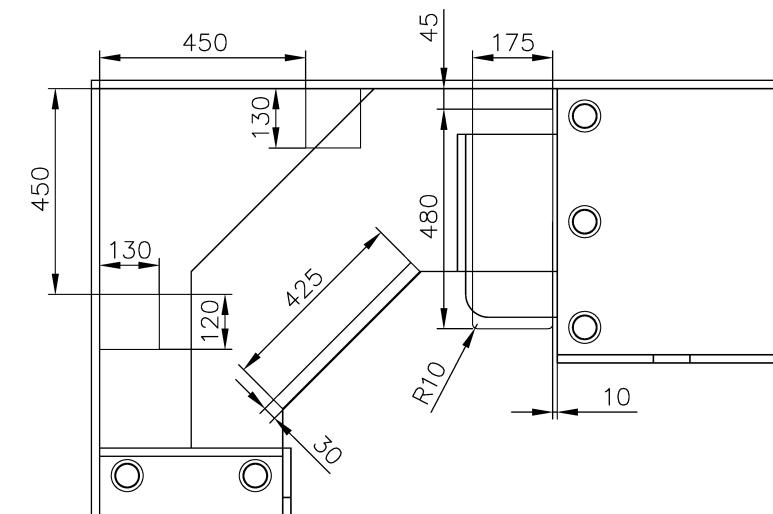
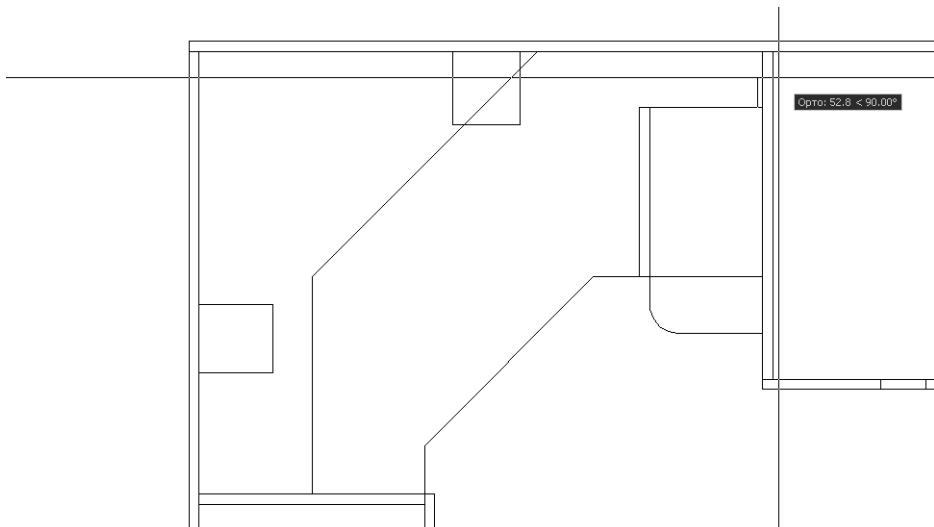
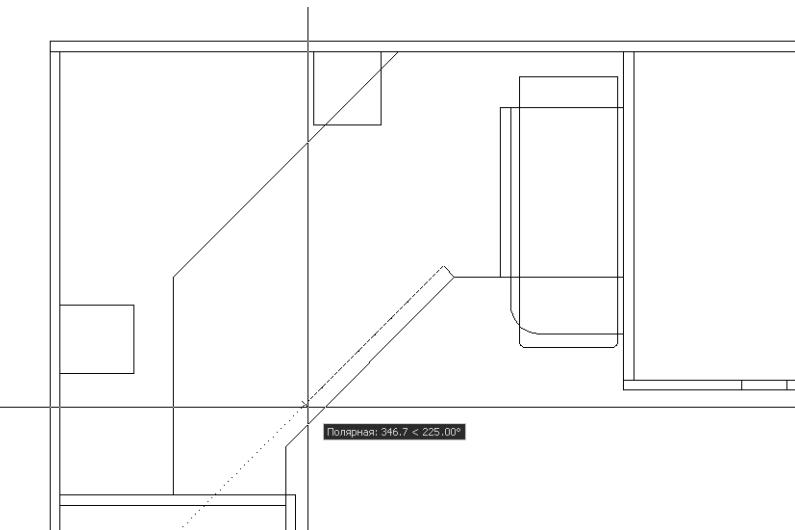

Рис. 5.2 ▼ Размеры прямоугольных конструктивных элементов и оборудования, расположенных в угловой части рабочей зоны
Рис. 5.9 ▼ Начало вычерчивания контура системного блока от точки, полученной с помощью режима **Точка отслеживания** (Temporary track point)
Рис. 5.13 ▼ AutoCAD в режиме **ОТС-ПОЛЯР** (POLAR)
Мы начнем работу над перечисленными выше объектами, отталкиваясь не от размещения соответствующих элементов рабочей зоны по высоте, а от формы и расположения их на виде сверху. Такой подход позволит нам обсудить сходные инструменты и приемы черчения, а также хорошо увидеть, в чем они отличаются. В частности, на рис. 5.2 приведены размеры прямолинейных элементов, которые сосредоточены в угловой части рабочей зоны: полочки стоек под компакт-диски, порожек нижней полки и системный блок.
Полочки имеют прямоугольную форму и одинаковые размеры (120×130 мм). На рис. 5.2 показаны оба размера только одной полочки, поскольку для второй достаточно указать лишь один размер и расстояние от других элементов чертежа. Порожек имеет длину 425 мм и ширину 30 мм. На рис. 5.2 это не показано, чтобы не загромождать чертеж лишними размерами, но нижняя граница кон-
Как видно из рис. 5.2, полочки стоек компакт-дисков расположены симметрично и имеют одинаковые размеры. Логично предположить, что их можно создать с помощью одинаковых приемов черчения или вообще получить второй экземпляр соответствующего объекта путем копирования или зеркального отображения. Однако мы создадим их, во-первых, с помощью нескольких различных приемов черчения, а во-вторых, будем использовать для этого режимы, с которыми вы пока не сталкивались.
2. С помощью инструмента **Окно зумирования** (Zoom Window) измените масштаб просмотра так, как это показано на рис. 5.2 (окружности, обо-
9. Введите в командном окне **130** (как видно из рис. 5.2, это длина прямоугольника, который нам нужно начертить).
1. Запустите инструмент **С линиями** (Line), а затем щелкните на кнопке **Смещение** (Snap From) панели инструментов **Объектная привязка** (Object Snap) (или воспользуйтесь аналогичной командой контекстного меню, открываемого при щелчке правой кнопкой мыши с нажатием **Shift**). В командном окне после обычного приглашения команды **отрезок** (LINE) (**Первая точка**: (Specify first point:)) появится команда запуска соответствующего режима привязки, автоматически введенная AutoCAD (**_from**), а затем первое приглашение этой команды (**Базовая точка**: (Base point:)). Иными словами, после включения режима **Смещение** (Snap From) сначала нужно задать точку, которая будет использоваться в качестве базовой. В нашем случае мы знаем расстояние от левого угла рабочей зоны до левой вертикальной линии контура вычерчиваемой полочки, которое составляет 450 мм (см. рис. 5.2). Поэтому логично выбрать в качестве базовой именно верхнюю точку внутренней вертикальной границы левой боковой стенки рабочей зоны, от которой на рис. 5.2 отсчитывается расстояние до контура полочки правой стойки.
4. Добившись появления пунктирной линии, введите в командном окне **10** (как видно из рис. 5.2, контур системного блока отстоит от контура большой тумбы на 10 мм).
5. Как вы помните из главы 2, расстояние между тумбой системного блока и задней стенкой рабочей зоны составляет 100 мм (см. рис. 4.3), а между системным блоком и задней стенкой – 45 мм (см. рис. 5.2). Поэтому переместите указатель-перекрестье вверх от полученной точки (рис. 5.9) и введите **55** ($100 - 45 = 55$ мм).
Мы же пока займемся вычерчиванием контура порожка, представляющего собой прямоугольник, развернутый на 45° и смещенный от линии угловой нижней полки на 2 мм (на рис. 5.2 это смещение не показано). Для этого вы познакомитесь с новым режимом, который напоминает режим **OPTO** (ORTHO), но применительно к объектам, расположенным под углом.
- AutoCAD создаст первый сегмент ломаной линии, расположенный под углом 45° длиной 28 мм. Переместите указатель-перекрестье влево и вниз от второй точки полученного сегмента также примерно под углом 45°. Добавившись изображения, представленного на рис. 5.13, введите в командном окне **425** (см. рис. 5.2).